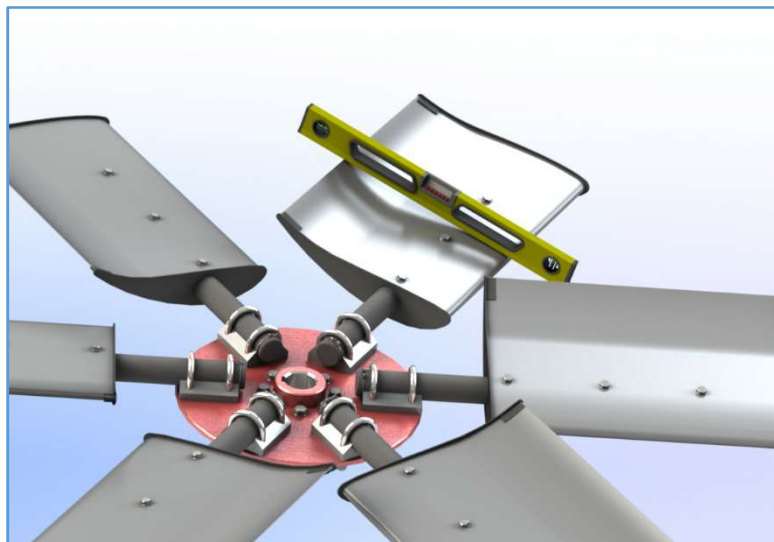

Рисунок 3
- 4.1 Установить электронный угломер на лопасть рабочего колеса как показано на Рисунок 3.